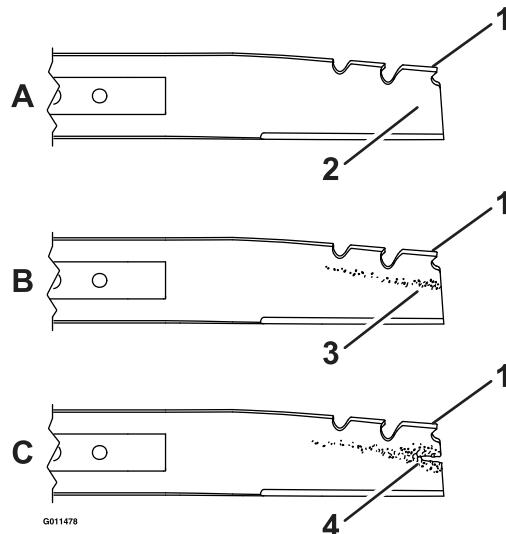

Figura 18
5. Examine cuidadosamente la cuchilla para asegurarse de que estáafilada y para detectar cualquierdesgaste, sobre todo en la reunión entre la parte plana y la parte curva de la cuchilla (ver Figura 18). Puesto que la arena y cualquiermaterial abrasivo pueden desgastar el metal que conecta las partes curva y plana de la cuchilla, compruebe la cuchillaantes de utilizar el cortacésped. Si observa una hendidura o desgaste (Figura 18B y Figura 18C), cambie la cuchilla.